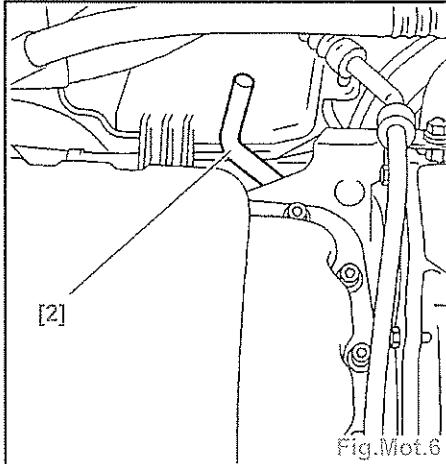

Fig.Mot.6
- les 4 vis (12),
- la poulie (13),
- les vis (11) et (14),
- le carter inférieur de distribution (10).
- Mettre en place la pigne [2] (par le dessous du véhicule) (Fig.Mot.6).